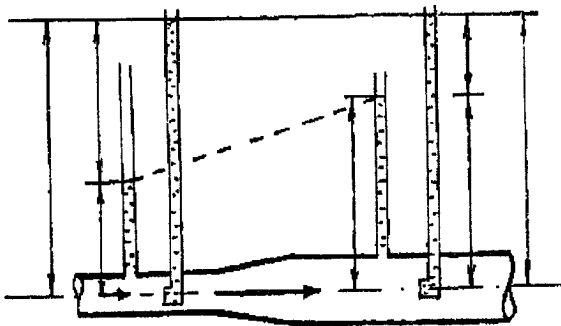

Рис.2.2. Перерозподіл напорів при русові ідеальної рідини
Наприклад, при збільшенні діаметра трубопроводу (рис.2.2)
3. Складові повного напору та величину втрат напору між двома перерізами для наочності можна подати графічно (рис. 2.2.).